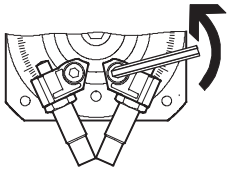

Fig. 14
4. Lossa fästskruvarna för dämparfästena (Fig. 14). För att flytta dämparfästena räcker det med att lossa fästskruvarna tills fästena precis går att flytta.